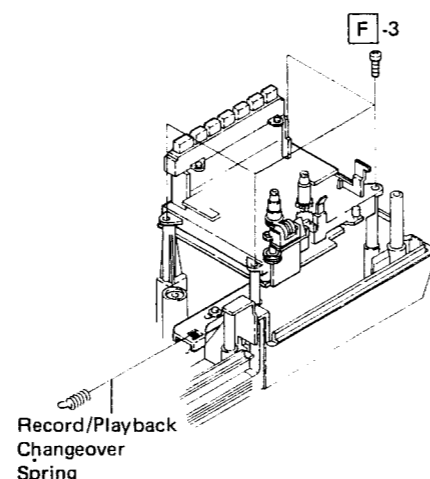

Figure 11-2
3. Remove four screws at the tape mechanism and a record/playback changeover spring — shown in Fig. 11-2. Then take the tape mechanism off.
3. Die in Abb. 11-2 gezeigten vier Schrauben vom Bandlaufwerk und die Umschaltfeder für Aufnahme/Wiedergabe entfernen. Dann das Bandlaufwerk abheben.
3. Enlever les quatre vis du mécanisme de bande et le ressort de changement enregistrement/lecture (montrés sur la Fig. 11-2). Puis enlever le mécanisme de bande.